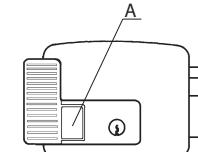

Fig.3
- Pour activer le "SYSTÈME DE VERROUILLAGE", appuyez sur le bouton A et verrouillez-le avec la clé (**fig.3**).
- Um das "BLOKIER SYSTEM" zu aktivieren, drücken Sie die Taste A und sperren Sie sie mit dem Schlüssel (**Abb.3**).
- Для активации «СИСТЕМЫ БЛОКИРОВКИ» нажмите кнопку А и заблокируйте ее ключом (**рис. 3**).